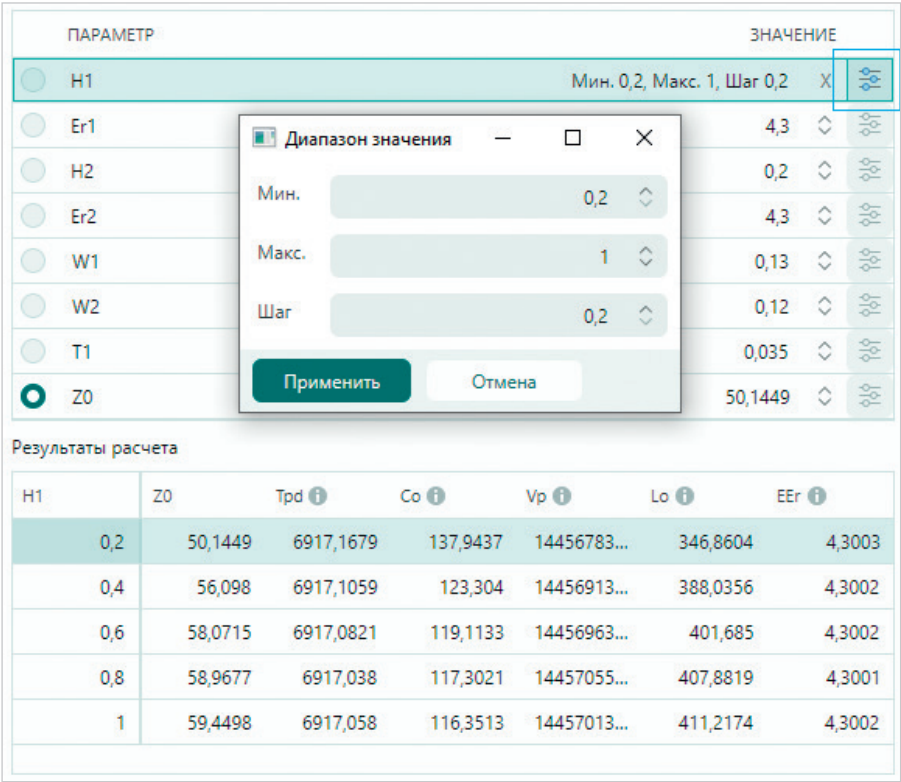

Рис. 5. Пример множественного расчёта
- Настройка множественного расчёта. SimPCB позволяет вычислять первичные и вторичные параметры ЛП в диапазоне значений одного выбранного параметра. Необходимо задать минимальное значение, максимальное и шаг. Результаты отображаются в виде таблицы, которую можно сохранить в формате .xlsx (рис. 5).